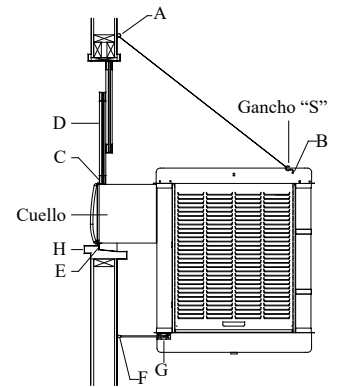

Fig. 2
- **Fije los ganchos en la pared.** Ponga los dos ganchos para la cadena arriba del cuello del enfriador, separados por una distancia equivalente al ancho de la unidad (A-fig. 2). Enganche una cadena en cada gancho y luego enganche un gancho “S” en cada cadena. **NOTA:** Los ganchos que vienen con ésta unidad tienen rosca de tornillo para madera y son para uso en paredes de madera. Las paredes de concreto o ladrillo requieren el uso de tuercas mariposas de suficiente fuerza o anclas con ganchos de acoplamiento.
- **Coloque el enfriador en la ventana.** Coloque el cuello del enfriador dentro de la ventana para que la parte inferior de la pestaña del cuello se asiente en la repisa de la ventana y la pestaña (E-fig. 2) se ajuste contra el borde de la repisa (H-fig. 2). Con la unidad situado en la ventana, enganche los ganchos “S” en los agujeros encontrado en la esquina trasera superior del enfriador (B-fig. 2).
- **Coloque la ventana detrás de la guarda de retención.** Levante la parte trasera del enfriador para que la ventana (D-fig. 2) pueda bajarse y quedar detrás de la parte superior de la guarda de retención (C-fig. 2).
- **Ajuste las patas.** Saque las patas (F-fig. 2) para que los topes de hule descansen contra el costado de la pared. Apriete el tornillo del collar (G-fig. 2).